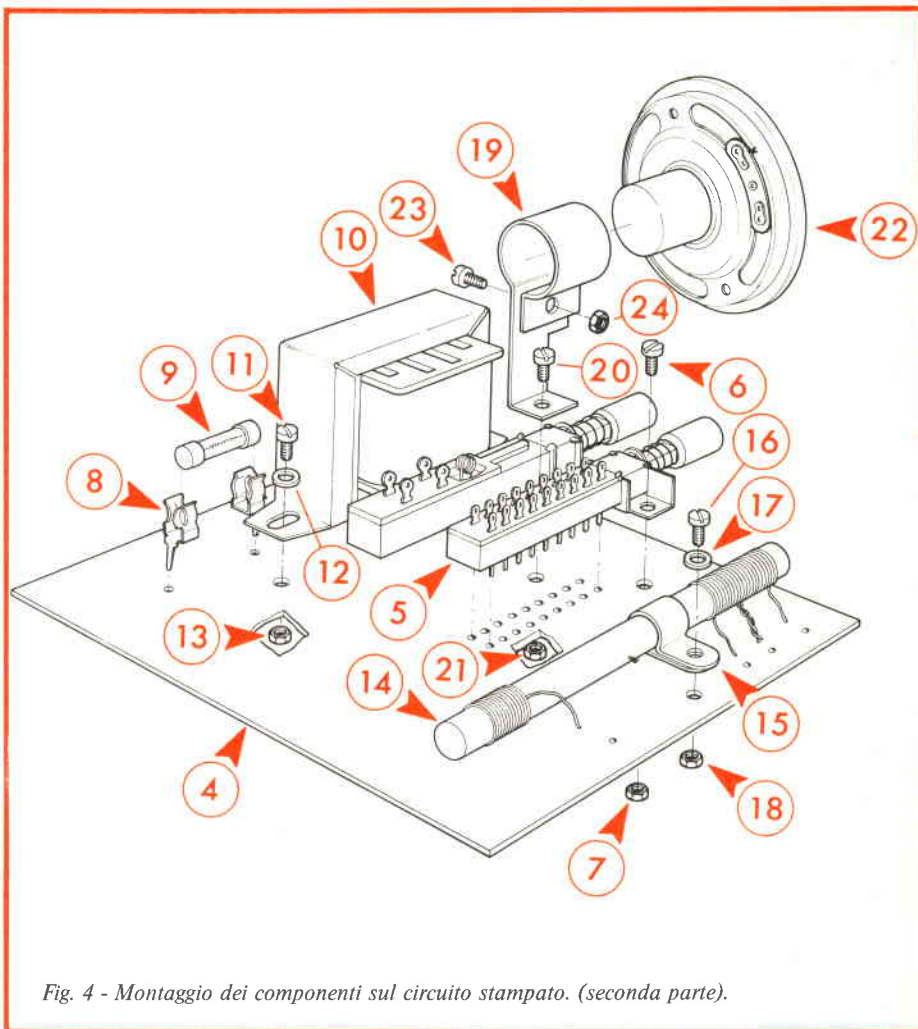

Fig. 4 - Montaggio dei componenti sul circuito stampato. (seconda parte).
3ª FASE - Montaggio dei componenti sul C.S. (seconda parte) (Fig. 4).
□ Montare sul circuito stampato la fascetta porta-altoparlante (19) fissandola nell'orientamento mostrato in fig. 4 mediante la vite (20) misura M3 x 6 e relativo dado (21).
□ Montare l'altoparlante (22) infilandone il magnete nell'occhiello della fascetta (19) e stringendo con la vite (23) misura M3x8 ed il dado (24) fino ad impedire qualsiasi movimento dell'altoparlante, che deve risultare con i contatti orientati come in figura.